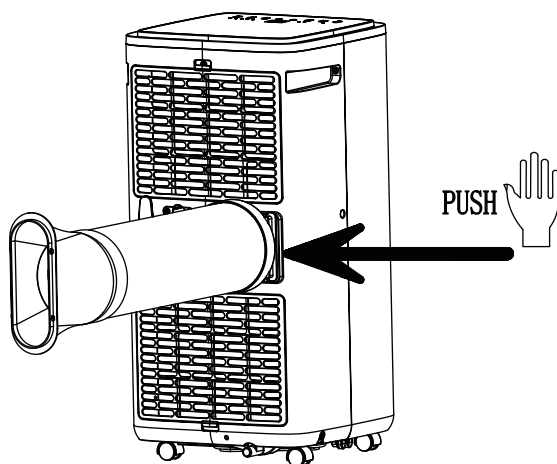

figure 1
1.1 Installez l'ensemble caloduc (comme indiqué sur la figure 1)
2) insérez l'ensemble caloduc (l'extrémité du joint d'échappement) dans la fente d'aération du panneau arrière (poussez vers le à gauche) et terminez l'assemblage (comme indiqué sur la figure 1).